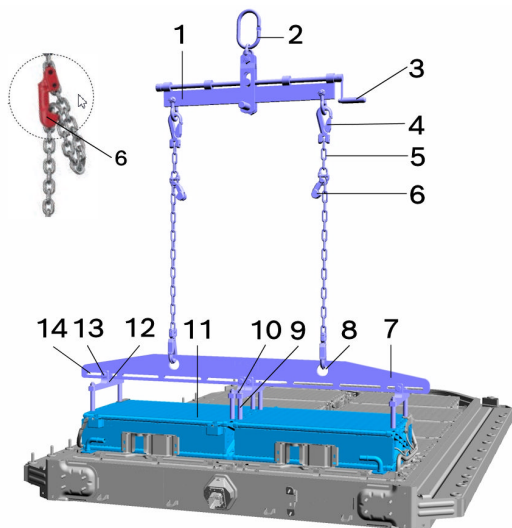

Figura 7: Sollevamento di un paio di moduli batteria
2. Usare gli innesti di accorciamento (6) per regolare la lunghezza delle imbracature a catena (5) come mostrato in Figura 7.